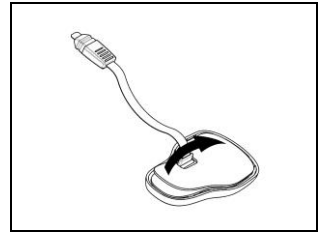

Fig. 3
- Enlever la pellicule de protection présente au dos du clavier autocollant en tirant sur la languette ad hoc (Fig. 3).